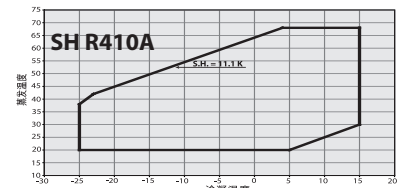

图6
• PERFORMER® 涡旋压缩机只能在设计目的和一定的适用范围内使用（参照图6）。